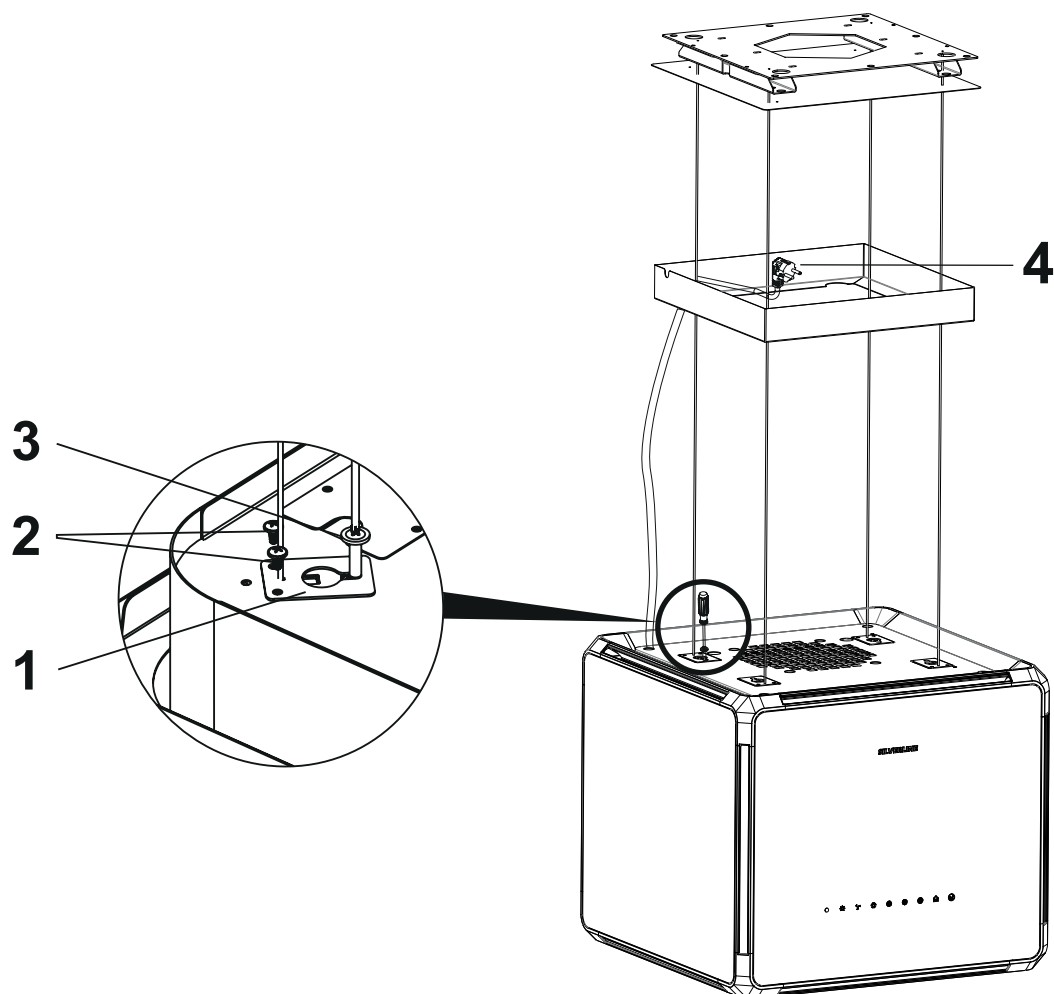

Abb. 10
1. ➤ Montieren Sie die Montage-Platte für die Aufhängung des Haubenkörpers mit den Schrauben 3,5 x 9,5 (Abb. 10/2) und den Schrauben M5 x 15 (Abb. 10/3) an den entsprechenden Stellen am Haubenkörper.
2. ➤ Führen Sie das Kabel für die Stromversorgung /Abb. 10/4) durch die Dekor-Platte und stellen Sie den elektrischen Anschluss her. Anschließen befestigen Sie die Dekor-Platte an die Deckenmontageplatte.